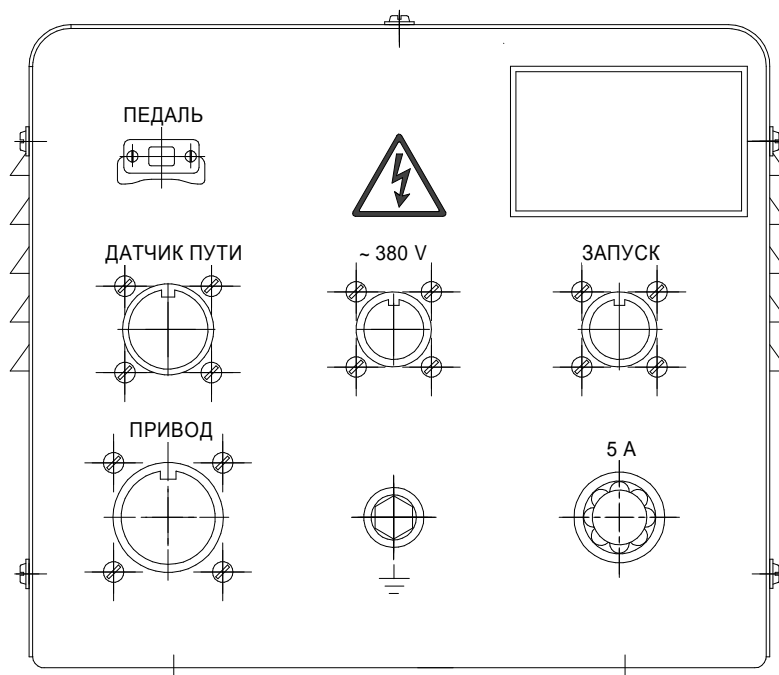

Рисунок 4 – Панели блока управления
1.4.4 Блок управления поз. 4 служит для размещения электрооборудования установки. На передней панели блока управления (рисунок 4) размещены приборы информации и аппаратуры управления установкой: индикаторы подключения к сети "U" и ЦИКЛ, кнопки ПУСК запуска автоматического цикла и СТОП общего отключения цикла, переключатели режима работы АВТ. и НАЛ., тумблеры включения привода и сварочного источника, кнопки вращения привода в наладочном режиме в ту или иную сторону, энкодер задания длины сварного шва, скорости сварки, шага сварки и четырёхразрядный индикатор.
1.4.10 На блоке управления ТТ 350-05 (рисунок 4) с помощью энкодера устанавливаются заданные технологической картой параметры (см. "Руководство по эксплуатации ТТ 350-05 РЭ") и при включенном источнике, приводе и режиме работы АВТ. нажимается кнопка ПУСК.